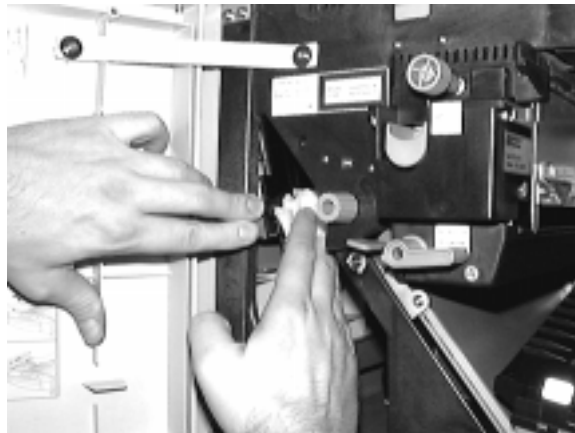

Abbildung 5-4 Reinigen der Umkehrungseinheit
2. Drücken Sie den Hebel 5 nach links, um die Umkehrungseinheit zu öffnen. Siehe Abbildung 5-4.